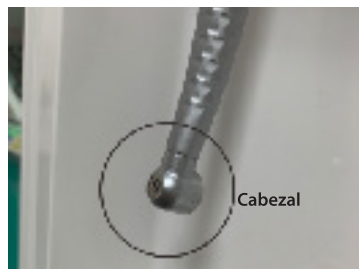

Figura 10
3. Al conectar el rotatorio, gire el cabezal hacia la cubierta de la puerta y cierre con cuidado la cubierta de la puerta (como se muestra en la Figura 10)